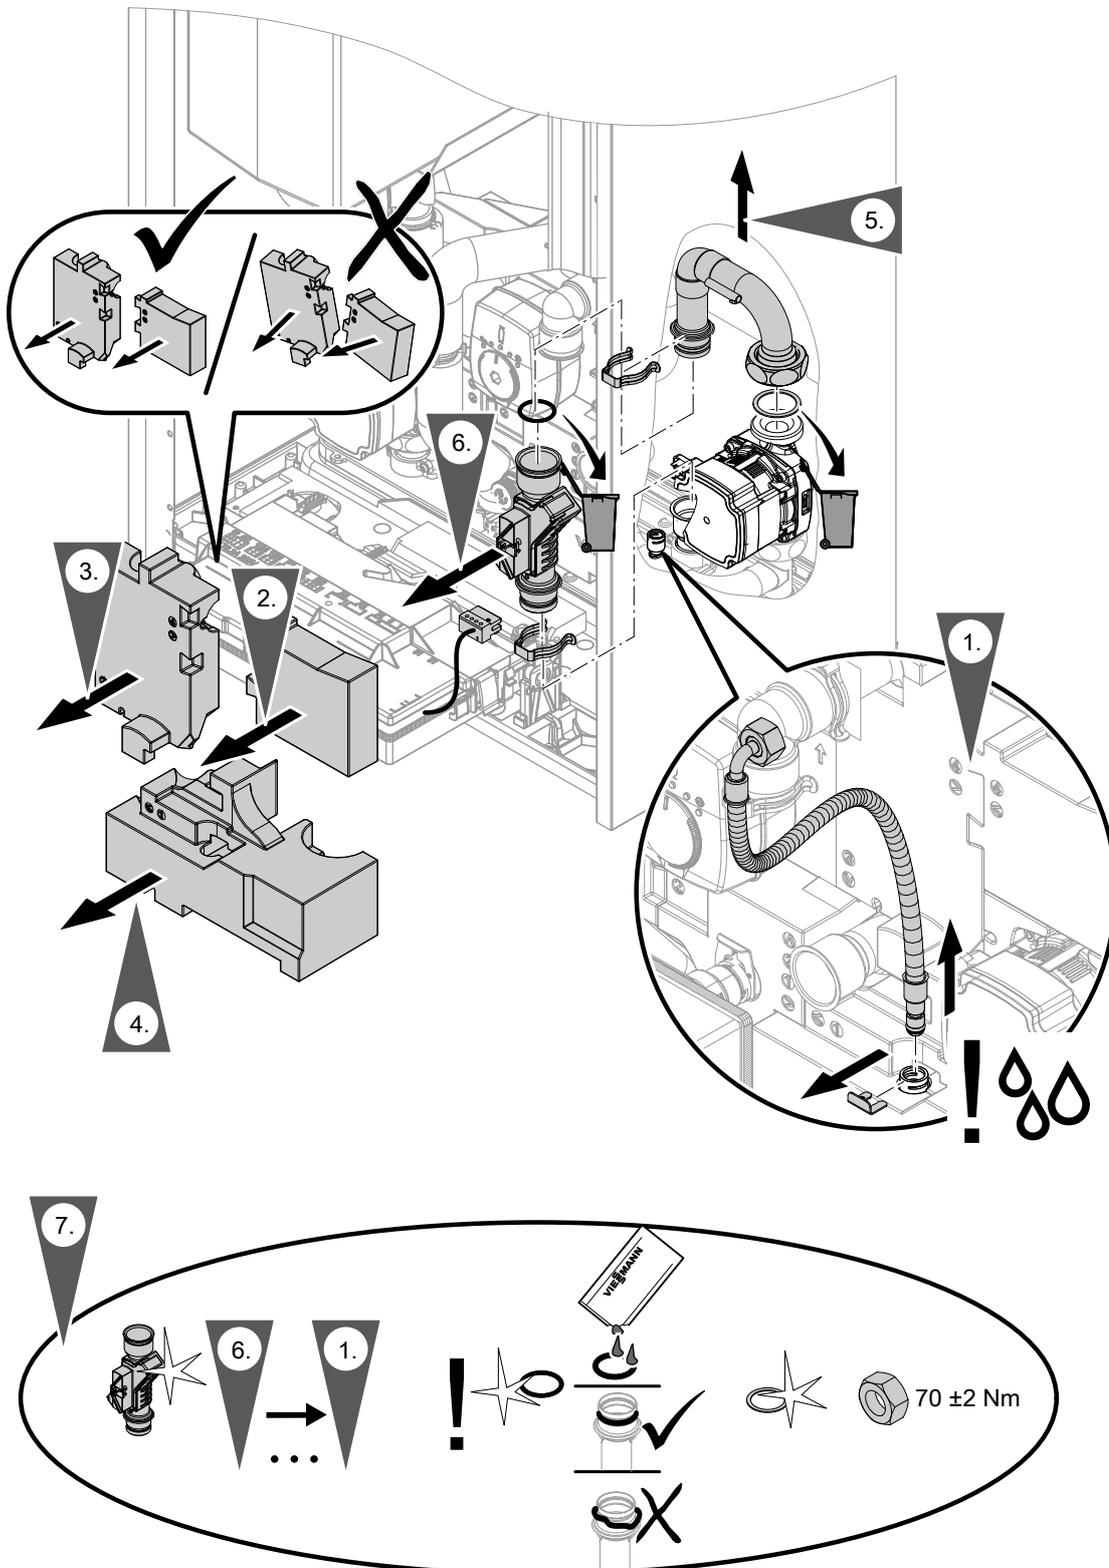

Abb. 97
- Anschlussleitung Volumenstromsensor: Siehe Abb. 97.